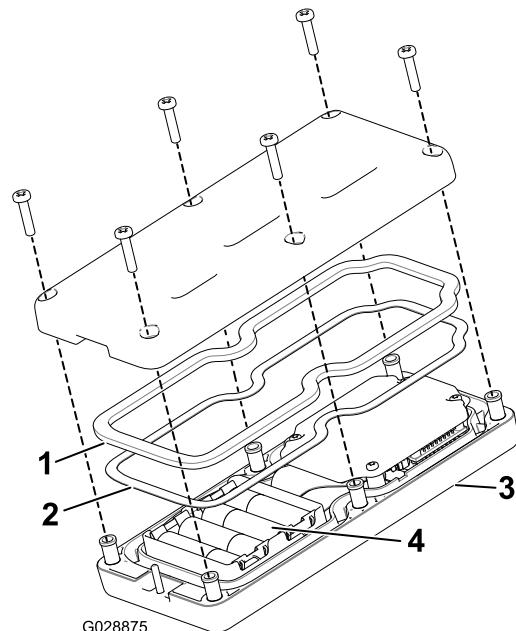

Figure 18
2. Placez les piles dans l'emplacement du logement en respectant la polarité. (Si les piles ne sont pas installées correctement, la télécommande ne sera pas endommagée, mais elle ne fonctionnera pas). Les marquages de polarité sont gravés sur le logement pour chaque borne (Figure 18).
3. Veillez à bien engager le joint en acier et le joint en caoutchouc dans la gorge de la télécommande puis remettez le couvercle arrière en place (Figure 18).
4. Fixez le couvercle avec 6 vis (Figure 18) serrées à un couple de 1,5 à 1,7 N·m.